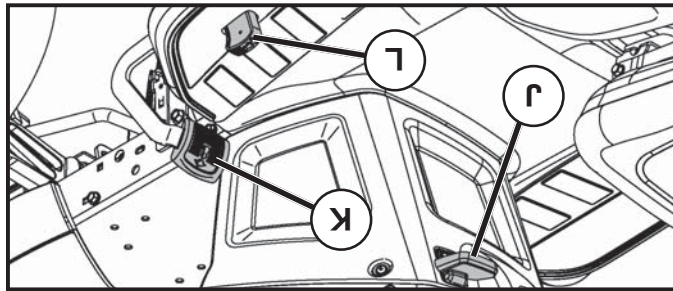

Fig. 7
UTILIZAR EL MANDO CRUCERO (J) (Vea Fig. 7)
MOVERSE HACIA ADELANTE Y HACIA ATRÁS (Vea Fig. 7)